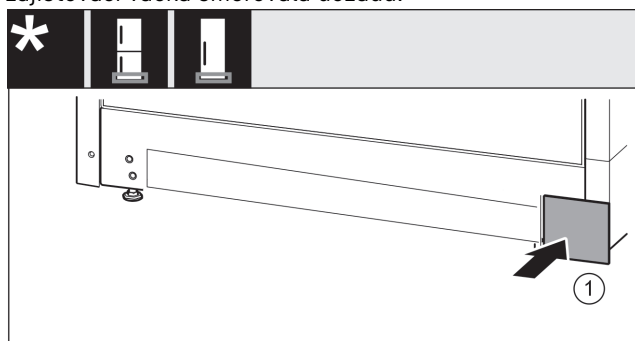

Fig. 23
- ▶ Kryt Fig. 23 (1) opět nasadte na druhé straně.